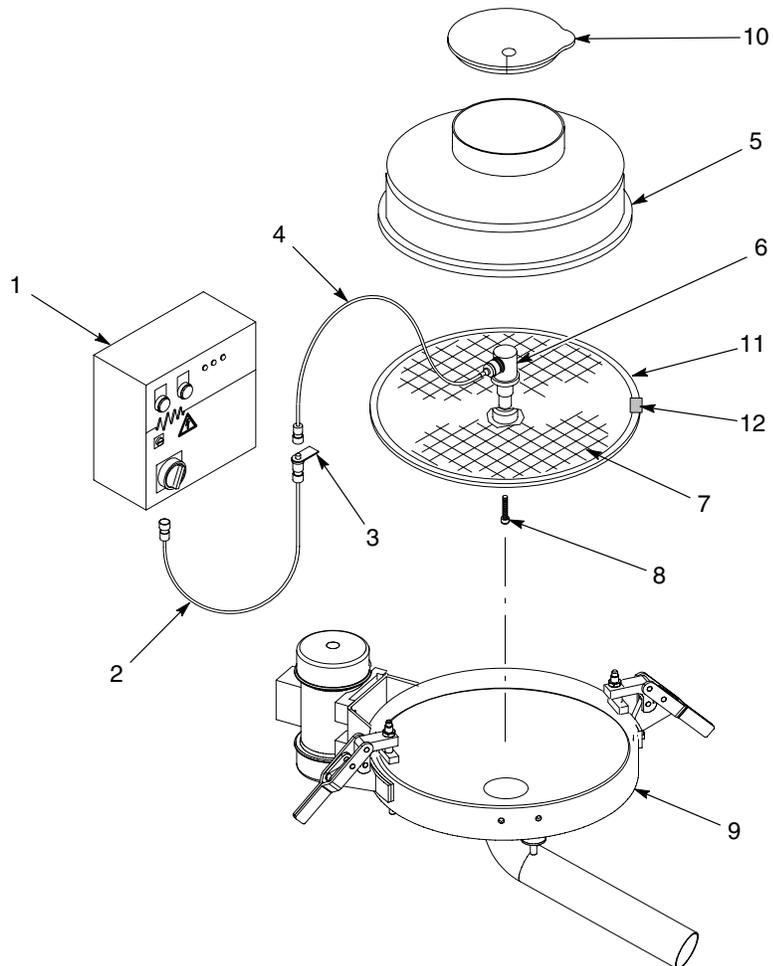

Figura 10-3 Componentes del sistema Vibrasonic
Ver la figura 10-3.
1. Ver la figura 10-3. Limpiar el cilindro central del tamiz (7) y la parte inferior del transductor (6) con acetona.
2. Colocar el transductor en el cilindro central del tamiz de la cribadora. Apretar con la mano el tornillo de casquete (8) mediante la parte inferior del tamiz de la cribadora.
4. Instalar la junta obturadora en U (11) y la abrazadera de puesta a tierra (12) en el tamiz.
5. Colocar el tamiz en la cribadora vibratoria (9). Enchufar el cable del transductor (4) en el transductor, guiar el cable a través de la plataforma de la cribadora (5), posteriormente apretar la plataforma de la cribadora en el recipiente de la cribadora.
6. Deslizar el cable del transductor a través de la ranura en el enchufe (10), posteriormente instalar el enchufe en la plataforma de la cribadora.
1. Ver la figura 10-3. Asegurarse de que el selector de tensión en el controlador (1) esté ajustado de acuerdo con los datos técnicos de la conexión eléctrica.